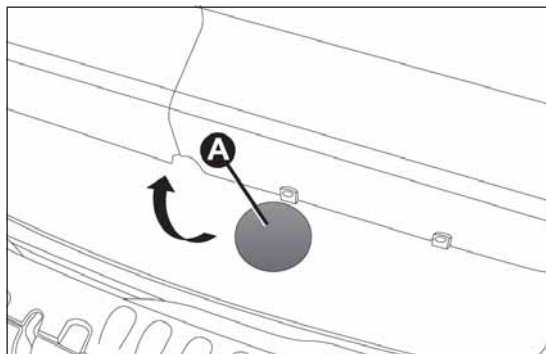
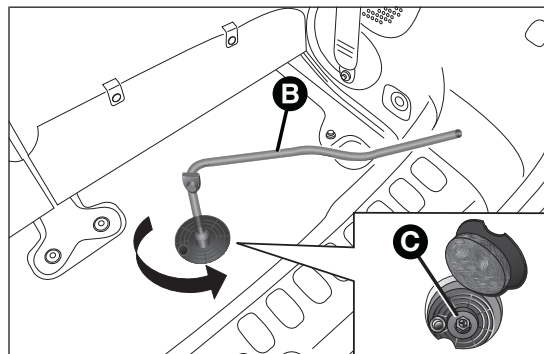

fig. 28
fig. 29
- ❑ levantar la tapa A fig. 28 situada en la moqueta del maletero, coger la llave B fig. 29 de la bolsa de herramientas e introducirla en el dispositivo C;
- ❑ girar la llave B fig. 29 hacia la izquierda para aflojar el perno de bloqueo que sujeta la rueda de repuesto para permitir que este último baje;